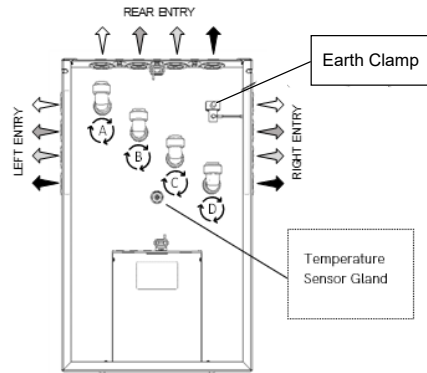

Abbildung 7 - Flextherm Eco G2 D-Anschlüsse
- Drehen Sie die TecTite-Anschlüsse auf die Seite, an die Sie die Hydraulik anschließen möchten (links, rechts oder hinten) (Abbildung 7).
- Der Kaltwassereinlass muss an Anschluss D und der Warmwasserauslass an Anschluss A angeschlossen werden. Gleichzeitig muss der Vorlauf der externen Wärmequelle zur Wärmebatterie an Anschluss B und der Rücklauf der externen Wärmequelle von der Wärmebatterie an Anschluss C angeschlossen werden (Abbildung 7, linke Seite).